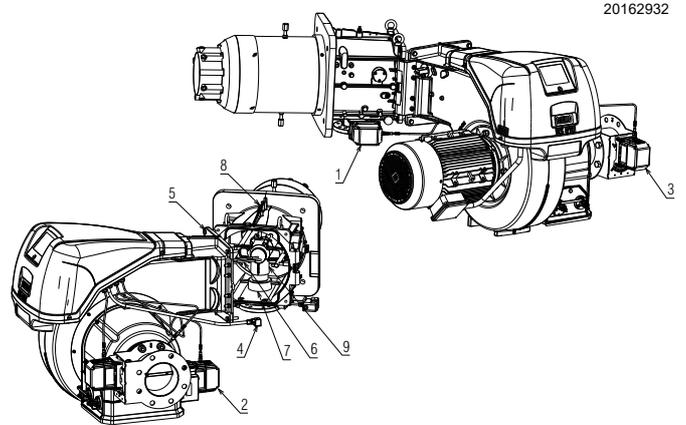

Abb. 14
- Den Brenner an der Scharniereinheit wie in der Abb. 14 gezeigt öffnen.